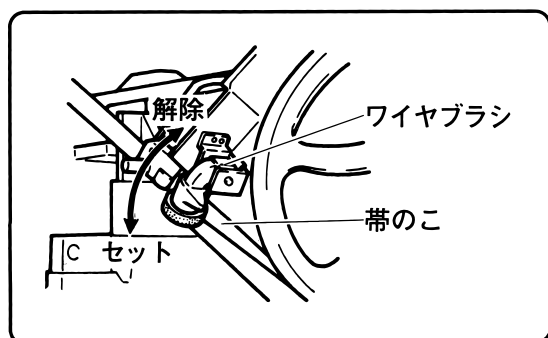

図 26
- (2) ワイヤブラシを上方に解除します。(図26)
(9) ワイヤブラシを下方にセットします。(図26)